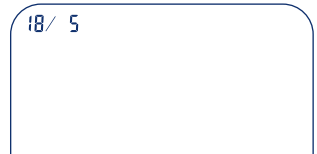

Bild 2
Wenn im Display das Symbol „Batterie leer“ blinkt (Bild 2), ist keine Messung mehr möglich. Schalten Sie das Gerät ab und wechseln Sie die Batterien.
- Sie gelangen nun zur Einstellung des Monats (Bild 2). Durch Drücken der Benutzer-Taste wird der Wert um 1 verringert, durch Drücken der Speichertaste wird der
- Wiederholen Sie diese Schritte zur Einstellung des Tages (Bild 2), der Stunden und der Minuten (Bild 3)